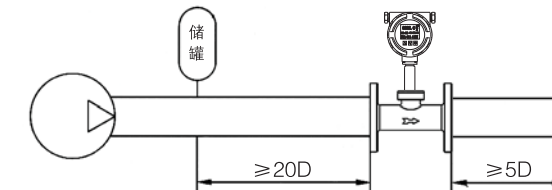

图10
g). 流量计前直管段有安装活塞式动力泵、罗茨鼓风机、压缩机，流量计前直管段应 $\geq 20D$ 的等径直管段，后直管段应 $\geq 5D$ 的等径直管段如图10